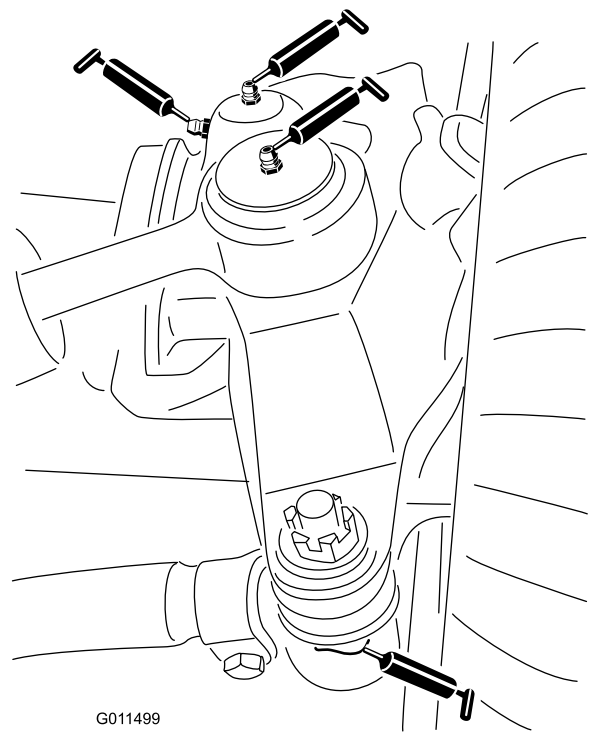

Figura 44
- Duas rótulas esféricas do cilindro da direção (Figura 44)
- Duas rótulas esféricas da barra de ligação (Figura 44)
- Dois casquilhos do pino principal (Figura 44). **O bocal superior do pino principal apenas deverá ser lubrificado uma vez por ano (2 bombas).**